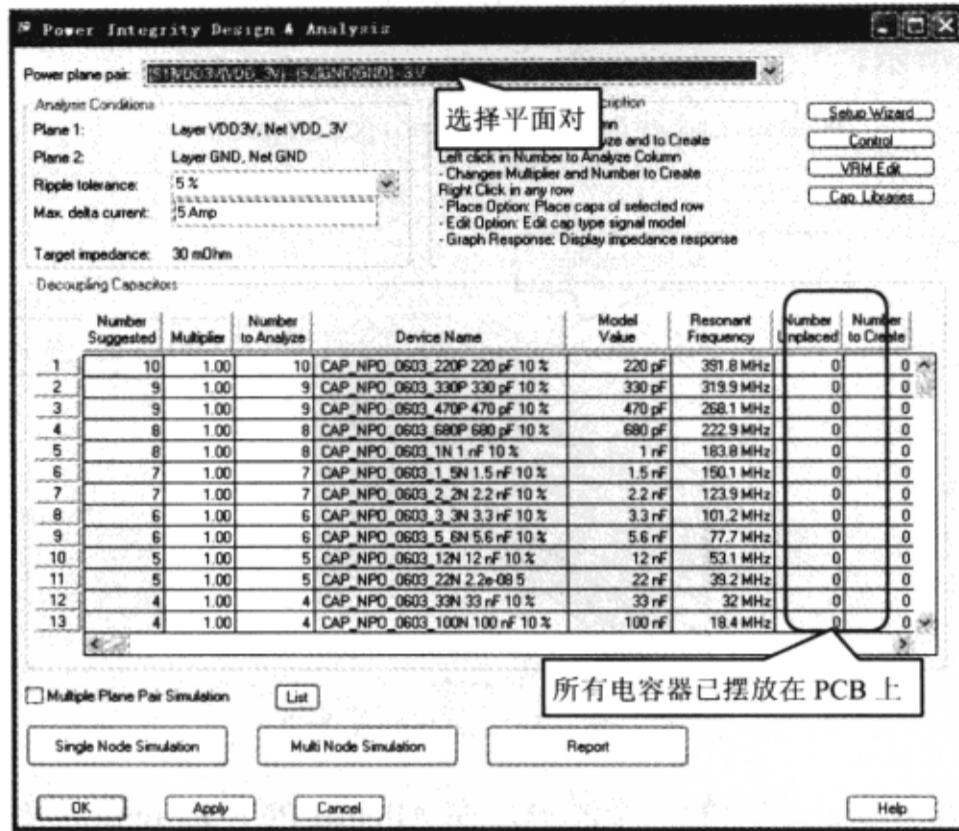

图 9-7-68 选择平面对
(8) 在“Power Integrity Design & Analysis”对话框的“Power plane pair”栏中选择“[S1]VDD3(VDD\_3) - [S2]GND(GND) - 3V”，在“Power Integrity Design & Analysis”对话框中所有所选电容器已被摆放在 PCB 上，如图 9-7-68 所示。